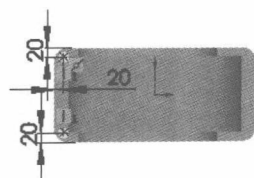

图 1.16 建立尺寸
② 建立尺寸。单击  按钮，建立图 1.16 所示的尺寸，并修改为目标尺寸。
(3) 定义孔的参数。
① 定义孔的规格。在“孔位置”窗口单击 **类型** 选项卡，在 **孔类型(T)** 区域选择孔“类型”为  (柱形沉头孔)，标准为 **GB**。
② 定义孔的终止条件。采用系统默认的深度方向，然后在 **终止条件(C)** 下拉列表中选择 **完全贯穿** 选项。
(4) 定义孔的大小。在 **孔规格** 区域定义孔选中 ☒ **显示自定义大小(Z)** 复选框，定义孔的大小为 **M8**，配合为 **正常**。在  后的文本框中输入数值 9.0，在  后的文本框中输入数值 18.0，在  后的文本框中输入数值 3.0。